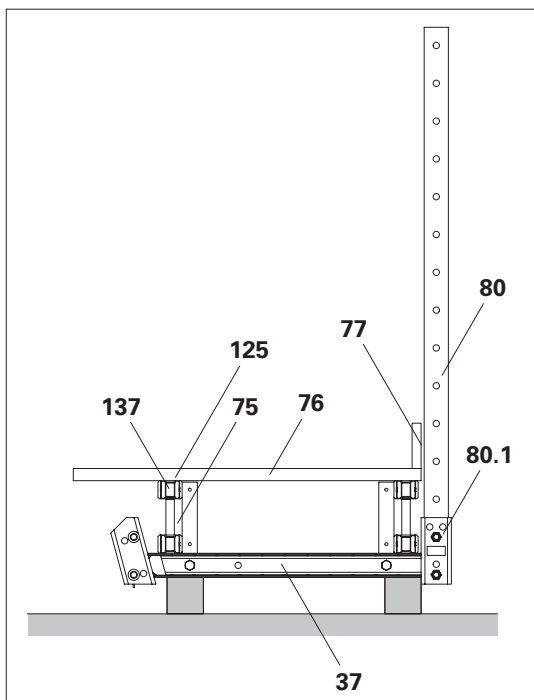

Fig. C1.09
4. Avvitare il montante parapetto RCS/SRU (**80**) alla piattaforma di getto con i 2 bulloni ISO esagonali M20 x 100 (**80.1**) e i dadi forniti. (Fig. C1.09)